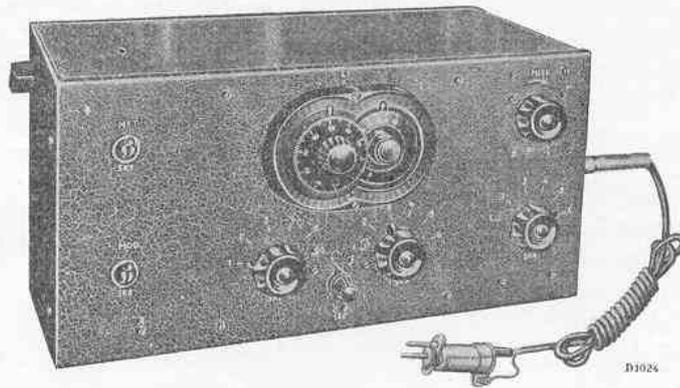

Fig. 1
1. Un oscillateur du Service, le type 4028 C ou GM 2880 (fig. 1).